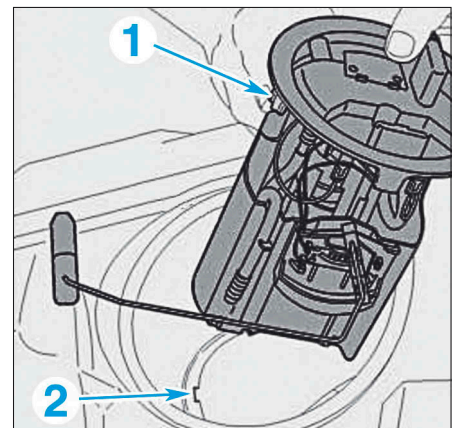

FIG. 22
- Positionner l'ensemble pompe-jauge à carburant en veillant à ce que le détrompeur (1) soit situé dans l'encoche (2) (Fig.22).